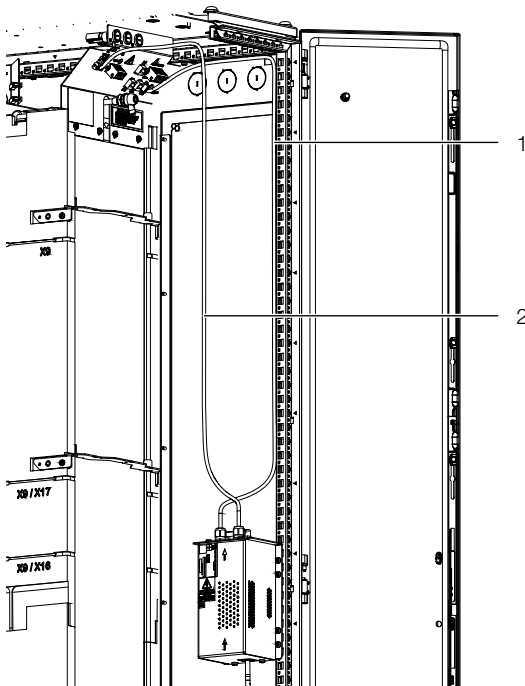
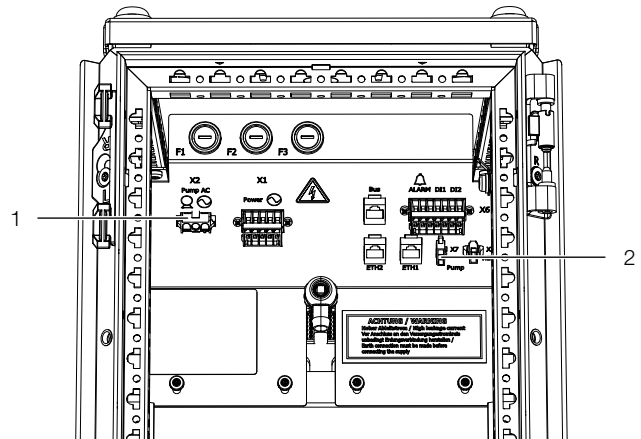

Abb. 67: Verlegung der Anschlusskabel
Abb. 68: Anschlusspunkte – globale Version
■ Führen Sie das DC- und das AC-Kabel der Kondensatpumpe räumlich getrennt nach oben zu den Anschlussbuchsen im LCP (Abb. 68). Aus Gründen der elektromagnetischen Verträglichkeit muss dabei auf der Kabelführung besonderes Augenmerk liegen (Abb. 67).